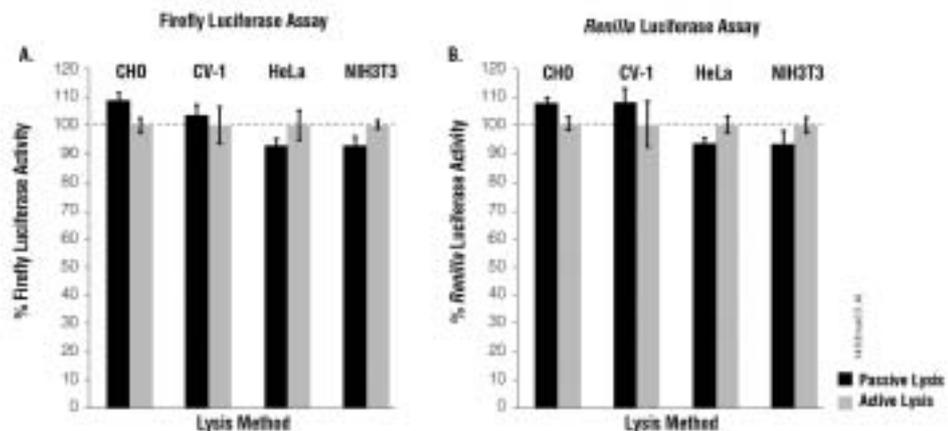

図5. 受動的溶解あるいは能動的溶解のいずれかを用いて **Passive Lysis Buffer** で調製した細胞ライセート中のホタルルシフェラーゼおよびウミシイタケルシフェラーゼのレポーター活性の比較
Passive Lysis Buffer (PLB) は、接着細胞を掻き取り、凍結融解（能動的溶解）を行なう必要なく、培養哺乳動物細胞を迅速に溶解することができるように特別に作製されています。また、PLBはサンプルの泡立ちを抑えるので、処理細胞のサンプル群をマルチウェルプレートで培養してライセートとして調製し、自動化システムでアッセイするというハイスループットのアプリケーションに最適です。PLBは受動的溶解用に調製されていますが、その強い溶解性能は、標準的な培養プレートに培養された接着細胞を能動的溶解によって回収する場合にも有効です。培養哺乳動物細胞では、ホタルおよびウミシイタケルシフェラーゼレポーター酵素の細胞ライセート中への放出は、用いた溶解方法に関係なく定量的で、信頼性ある結果が得られます (図5)。
2. 受動的溶解した細胞を顕鏡すると、細胞種によって見かけ上異なる溶解結果が得られる場合があります。多くの培養細胞は、PLB処理により、15分以内に細胞構造まで完全に溶解されます。しかし、一部の細胞種では、PLB処理後に培養ウェル上に識別可能な細胞の輪郭が残ったり、浮遊する細胞残さの大きな塊が見られることがあります。このように細胞残さが見られる場合でも、通常どちらのルシフェラーゼレポーター酵素も15分以内の処理で完全に溶解されることが確認されています（図5を参照）。しかし、培養細胞の種類によっては固有の溶解抵抗性が非常に強く、処理条件の最適化が必要となる場合もあります。